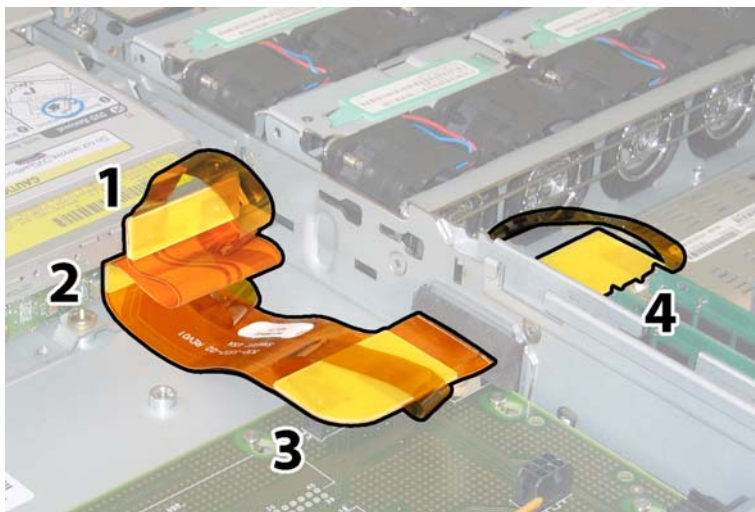

图 3-51 断开软线缆的四个连接器
13. 从以下四个位置断开线缆的四个连接器，从机箱间隔壁上卸下软线缆及其连接泡沫胶垫。请参见图 3-51。